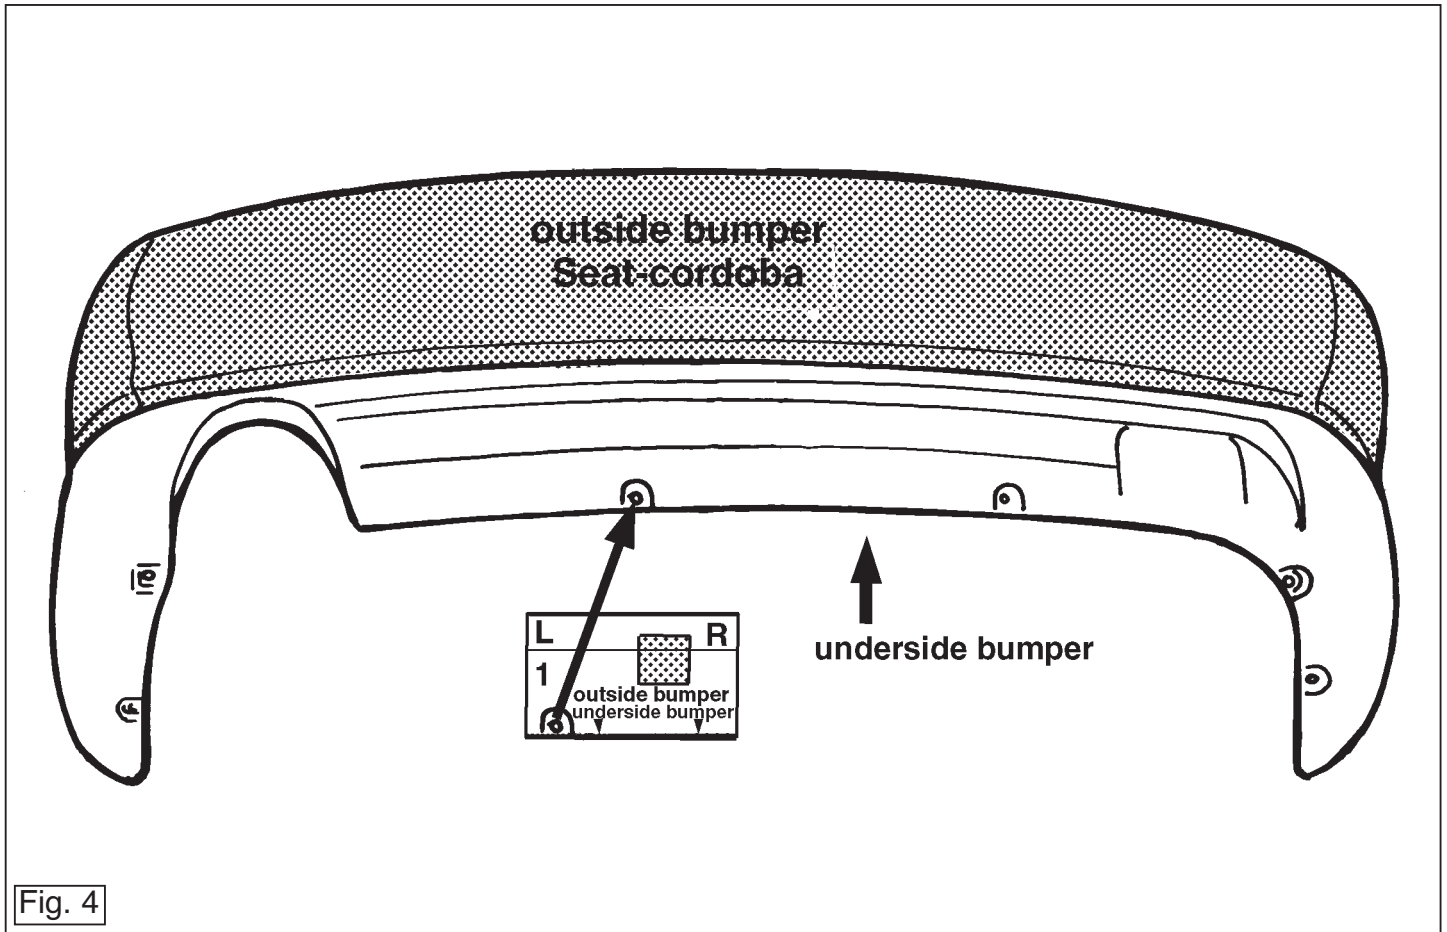
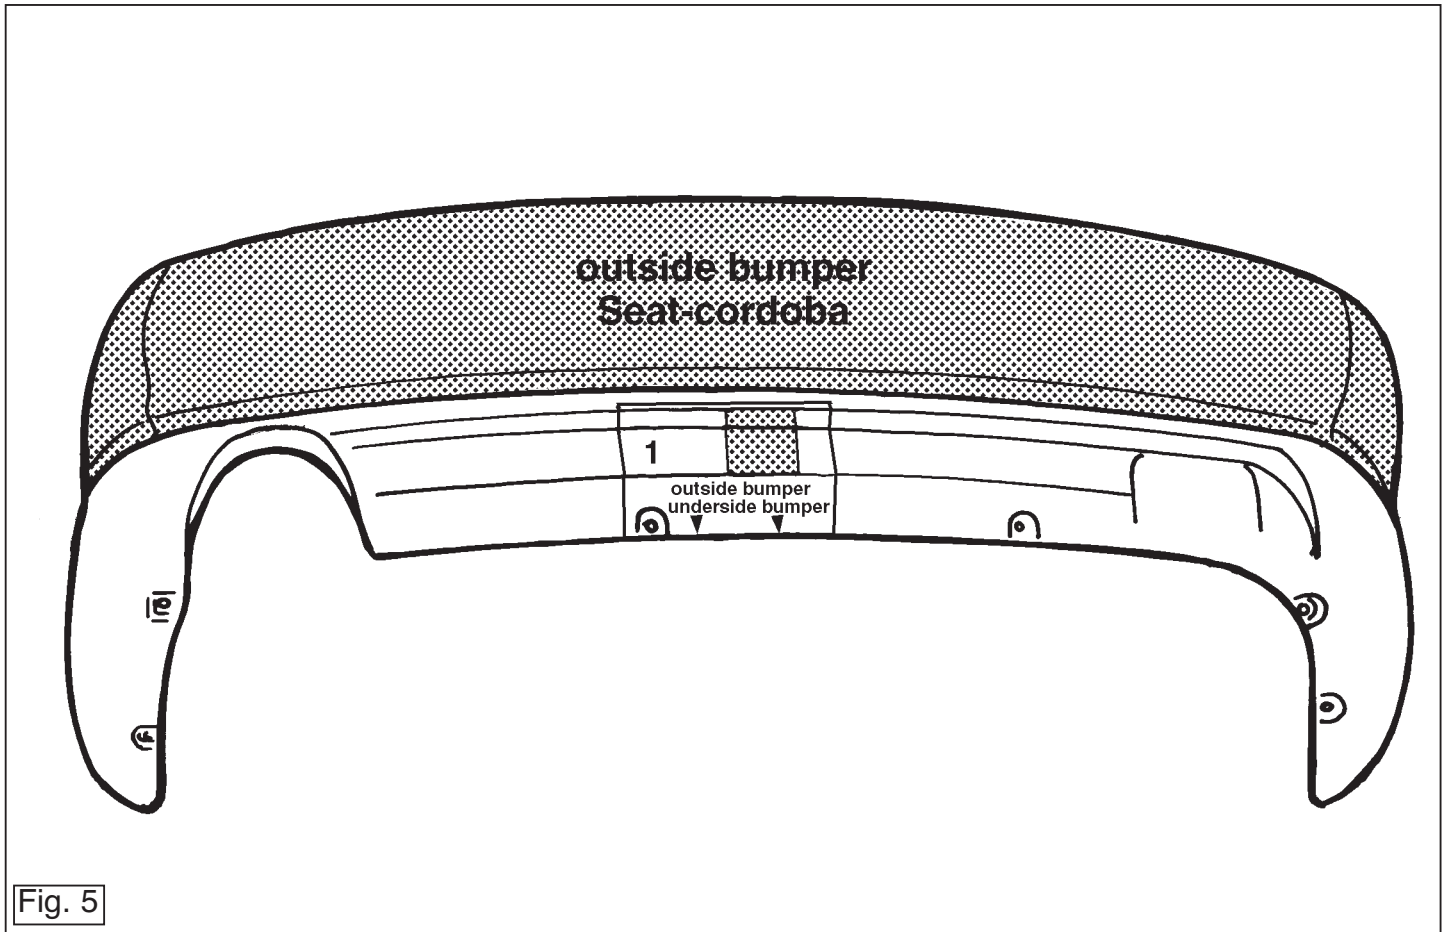
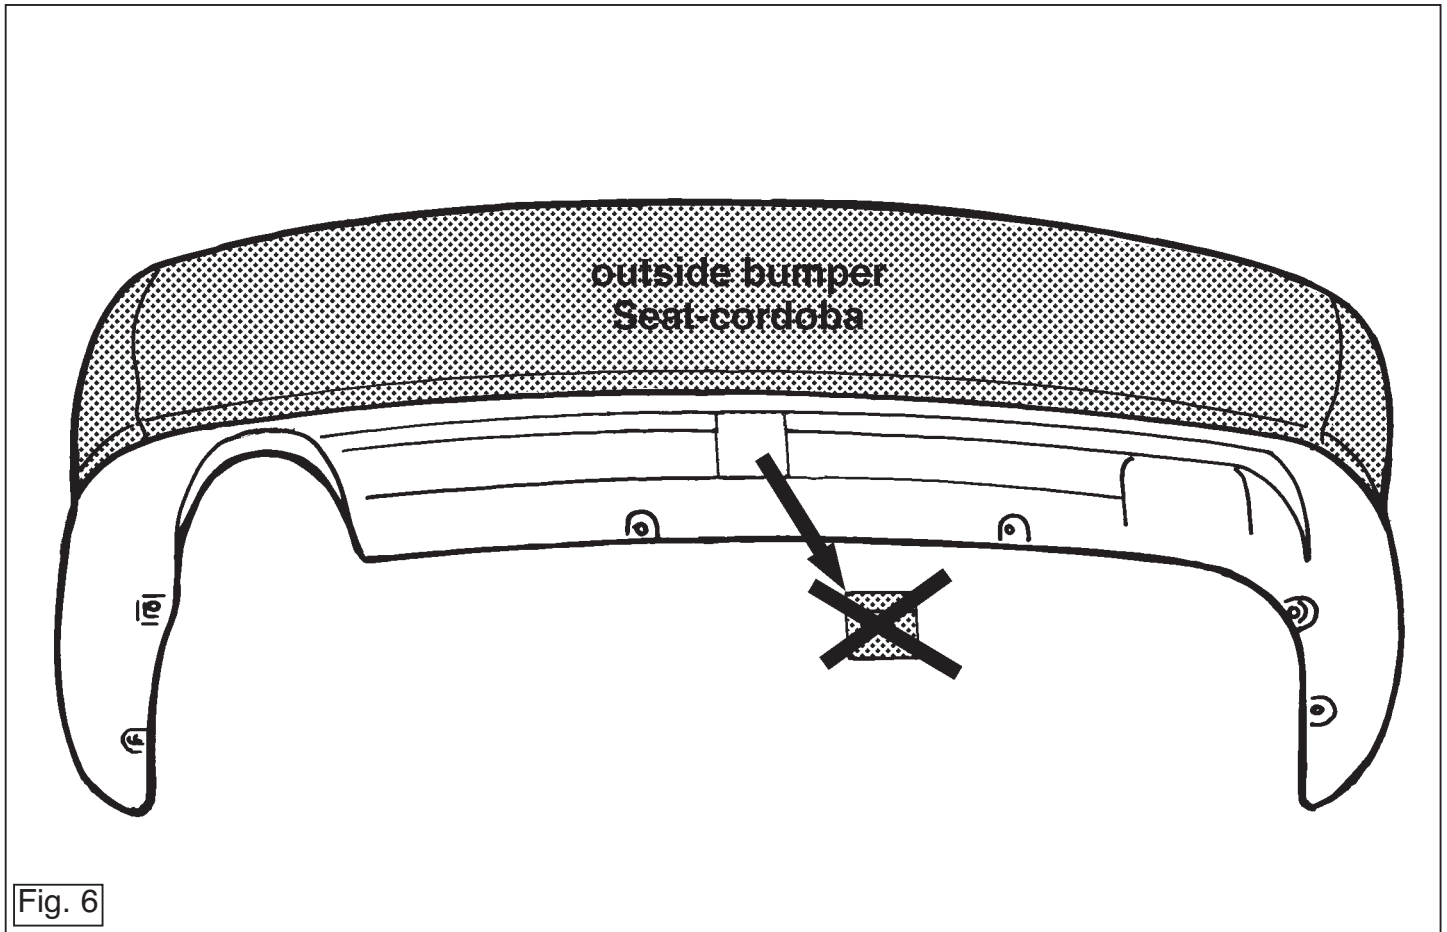

Fig. 4
Fig. 5
Fig. 6
- 2a. Anbring skabelonen 1 ifølge fig.4 og fig.5 midt på kofangerens yderside. Sav den afmærkede del af ifølge fig.6.
- 2a. Colocar la plantilla 1 de acuerdo con las figuras 4 y 5 en el centro exterior del parachoques. Serrar la parte indicada de acuerdo con la fig. 6.